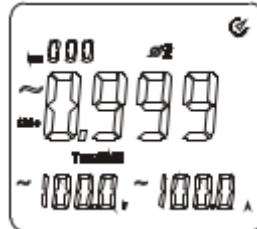

Figura 10-2
- Como muestra la figura 10-2, presione la tecla “SELECT” para elegir la fase 2, ϕ_2 , de un sistema de tres fases con cuatro cables. Se mostrará el factor de potencia $\cos(\phi)$, tensión (V) y corriente (A) para la fase 2.